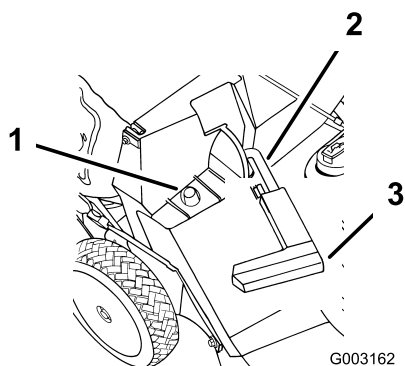

Figura 22
2. Asegúrese de que el tirador de la puerta de descarga está totalmente hacia adelante y que la clavija está situada en el cierre (Figura 22).
3. Coloque el agujero del marco de la bolsa sobre el poste de retención en el conducto de descarga (Figura 22).
2. Levante el tirador de la puerta de descarga y muévelo hacia adelante para que la clavija entre en el cierre (Figura 22).